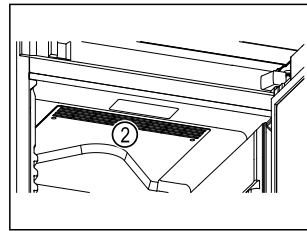

Fig. 60
- ❑ 内部循环风机的通风槽 Fig. 60 (2) 保持畅通。